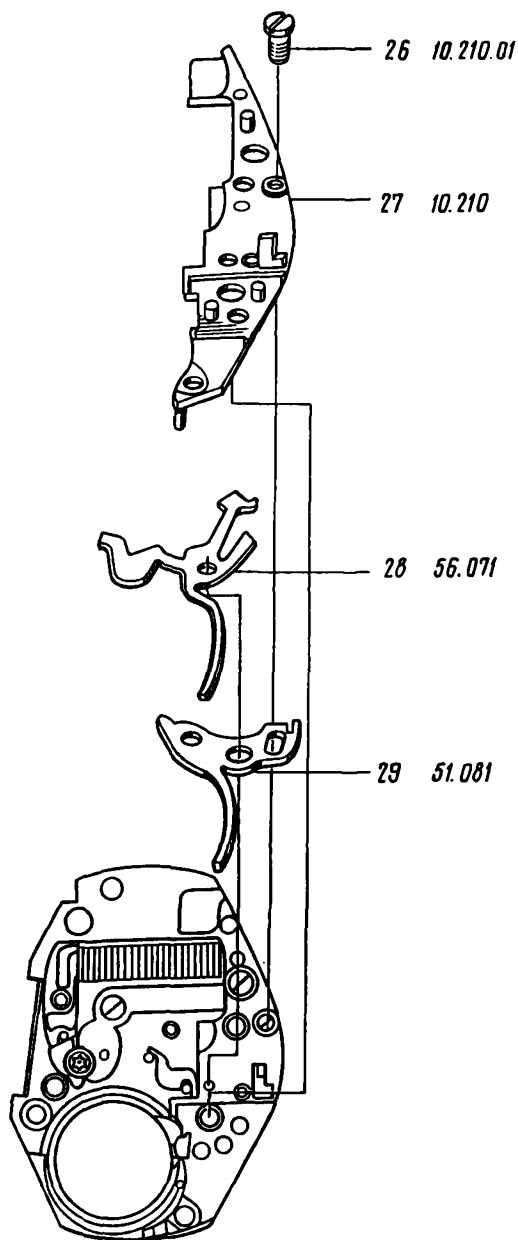

Рис. 72
28. Отвернуть и снять винт 26 накладки (рис. 72)